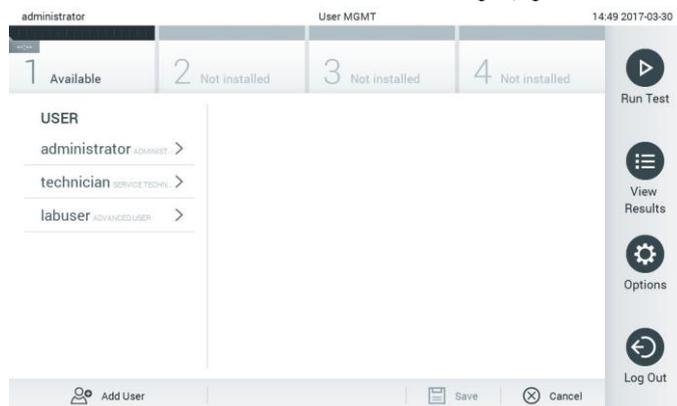

Figure 47. Écran User Management (Gestion des utilisateurs).
1. Appuyez sur le bouton Options (Options) puis sur le bouton User Management (Gestion des utilisateurs) pour configurer **les utilisateurs**. L'écran User Management (Gestion des utilisateurs) s'ouvre dans la zone de contenu de l'affichage (figure 47).